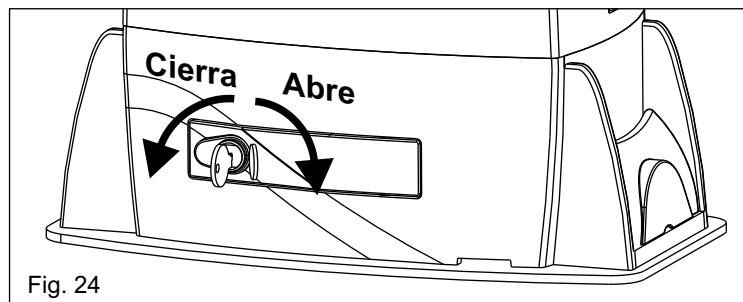

Fig. 24
- Abir el cubre cerradura, insertar la llave y rotarla en en sentido horario de 90° (Fig. 24).